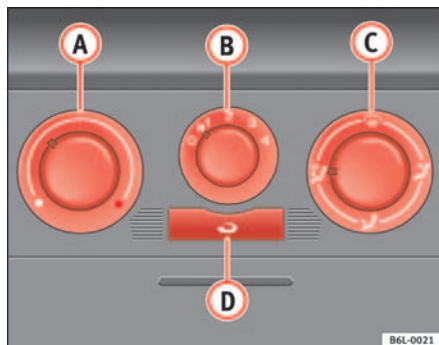

Fig. 87 Mandos de la calefacción en el tablero de instrumentos
- Gire el regulador de temperatura ⇒ fig. 87 **A** hacia la izquierda.
- Gire el regulador de la temperatura ⇒ fig. 87 **A** hacia la derecha hasta alcanzar el grado de calefacción deseado.
- Gire el regulador de la temperatura ⇒ fig. 87 **A** hacia la derecha hasta el nivel máximo de calefacción.
- Gire el regulador de temperatura ⇒ fig. 87 **A** hacia la zona de calefacción.